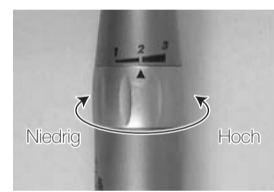

Abb. 2
- Der Luftdruck-Einstellring steuert die Schwingung (Abb. 2).